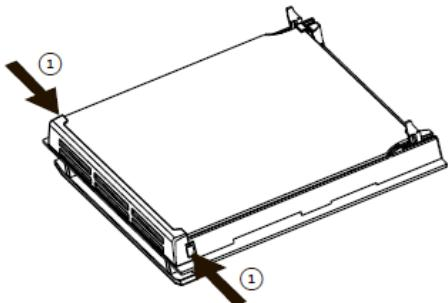

Fig. 4.11
- Pressione as linguetas de engate de ambos os lados da porta e remova completamente o retentor do vidro (figs. 4.11, 4.12).